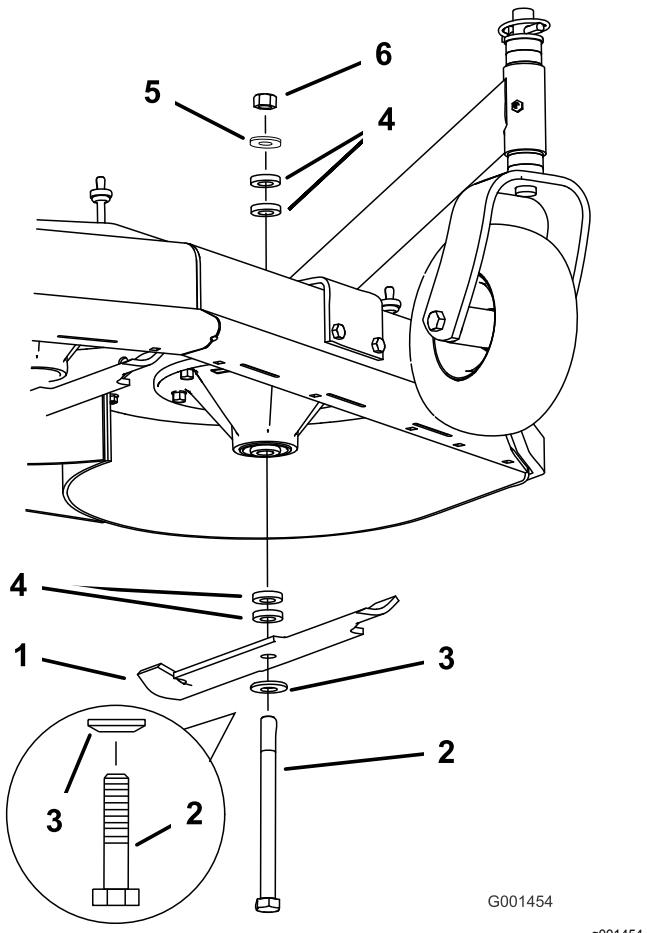

Figura 15
3. Tenete fermo il bullone della lama e staccate il dado. Fate scivolare il bullone verso il basso lungo il fusello e cambiate i distanziali come desiderato (Figura 15).
4. Montate il bullone, la rondella concava, la lama, aggiungete distanziali extra e fissate gli elementi con una rondella sottile e un dado (Figura 15).